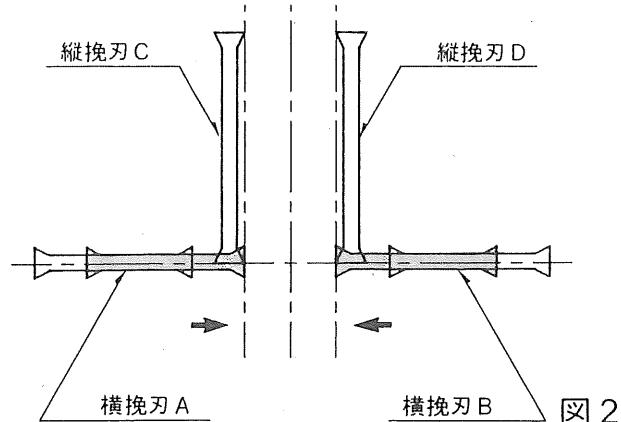

図 2
- ③ 下側の左右調節ボルトで、A、Bの刃先をC、Dの刃先に合わせます。(図2)